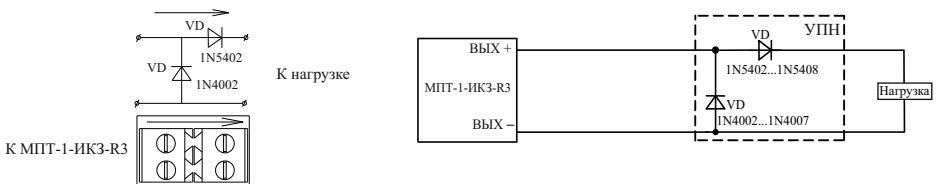

Рисунок 3
4.17 Для обеспечения контроля целостности выходных цепей в разрыв выходной цепи непосредственно к нагрузке должно быть подключено устройство подключения нагрузки (далее – УПН) в соответствии со схемой (рисунок 3).